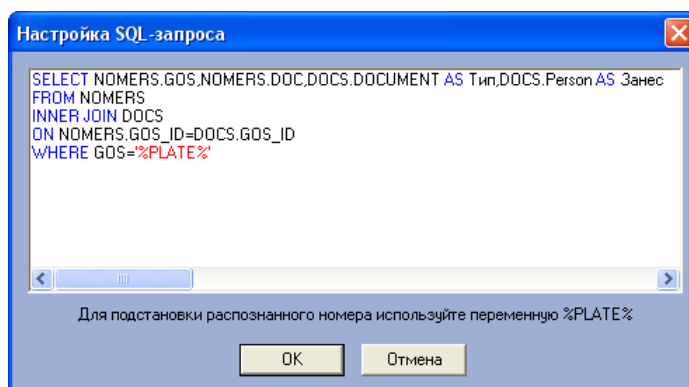

Рис. 7.5-13. Ввод SQL-запроса
5. В результате выполнения операции отобразится диалоговое окно «Настройка SQL-запроса» (Рис. 7.5-13).
6. Ввести SQL-запрос для извлечения (SELECT) требуемых данных из таблицы, содержащей номера транспортных средств, а также из связанных с ней таблиц (см. Рис. 7.5-13). Для подстановки распознанного номера следует использовать переменную %PLATE%.
*Примечание 2. SQL-запрос, приведенный для примера (см. Рис. 7.5-13), возвращает (Рис. 7.5-14) из внешней базы данных требуемые столбцы (Таб. 7.5-3), если номер в этой базе данных совпадает с распознанным номером.*
- Для сохранения внесенных изменений и закрытия диалогового окна «Настройка SQL-запроса» нажать «ОК» (см. Рис. 7.5-13).